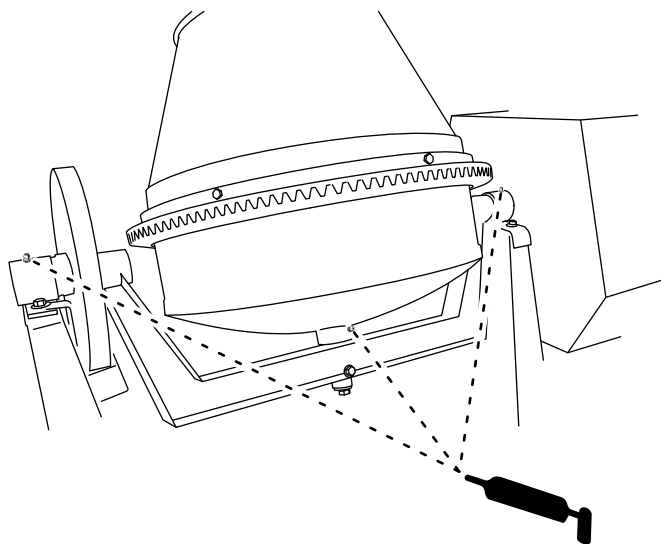

Figura 30
1. Limpie alrededor de cada engrasador con un trapo y retire el tapón de plástico del engrasador (Figura 30).
2. Utilice una pistola de engrasar para lubricar los engrasadores de ambos soportes de giro y el eje del tambor con grasa de litio de propósito general (Figura 30).